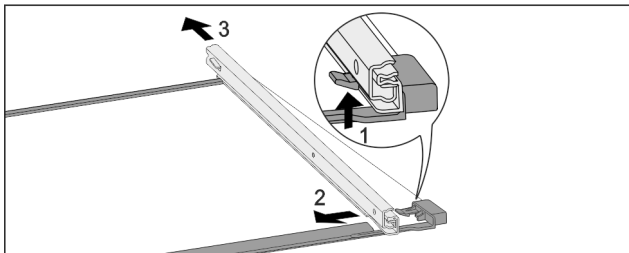

Fig. 174 Płyta szklana z szynami
- ▶ Wcisnąć przedni hak ryglujący do góry. Fig. 174 (1)
- ▶ Wysunąć prowadnicę w bok Fig. 174 (2) i do tyłu Fig. 174 (3).